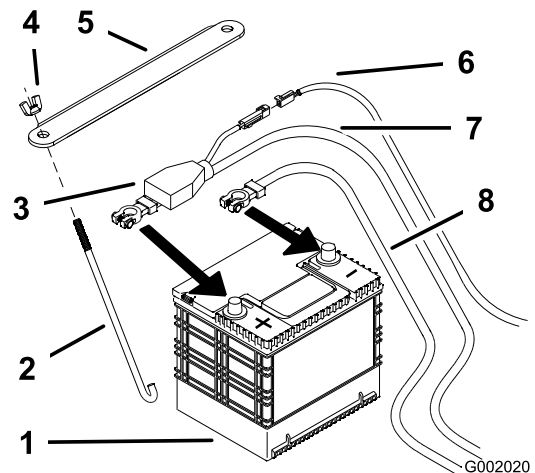

Bild 50
4. Klemmen Sie zunächst das Minuskabel vom Minuspol (-) der Batterie ab (Bild 50).
5. Ziehen Sie die rote Polkappe vom (roten) Pluspol der Batterie ab. Ziehen Sie dann das positive (rote) Batteriekabel ab (Bild 50).
1. Legen Sie die Batterie in den Ständer, sodass die Klemmen auf der anderen Seite des Hydraulikbehälters sind (Bild 50).
4. Befestigen Sie die Kabel mit 2 Schrauben (1/4 x 3/4 Zoll), 2 Scheiben (1/4 Zoll) und 2 Sicherungsmuttern (1/4 Zoll) (Bild 50).
6. Befestigen Sie die Batterie mit J-Schrauben, Klemmen, 2 Scheiben (1/4 Zoll) und 2 Flügelmutter (1/4 Zoll) (Bild 50).